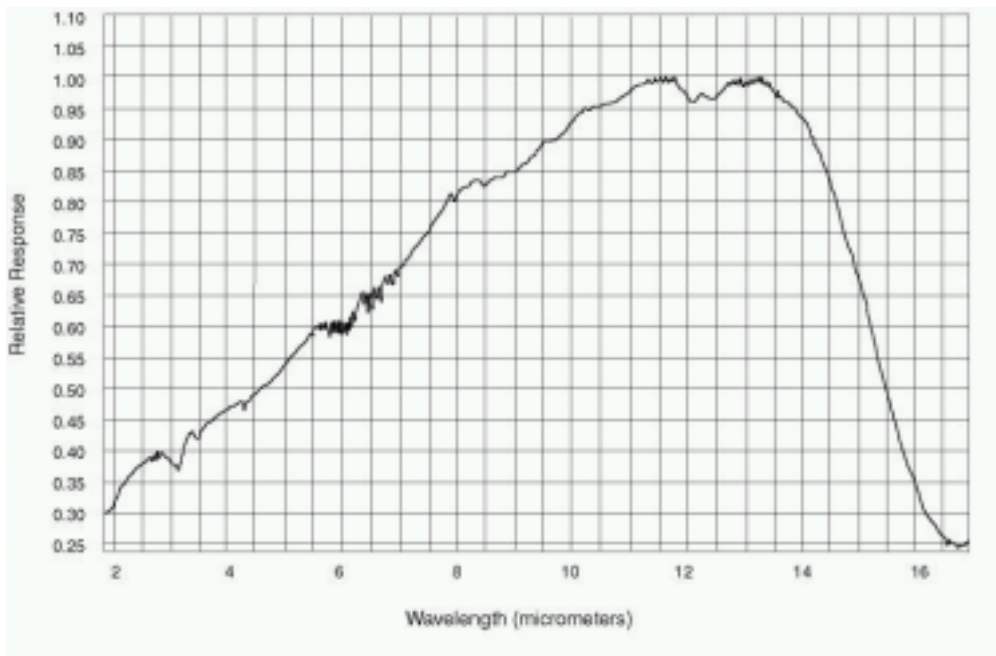

Figure 49-4
- 図49-4に示されるIDDCAの相対的なスペクトル応答プロットは、ディテクターの応答において余分な人工的雑音の存在を示します。